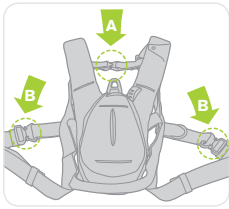

Abbildung 11
- Führen Sie die Arme durch die Schulterriemen und schließen Sie den Brustverschluss (A) (siehe Abbildung 11).
- Schließen Sie die Beinriemen (B) (siehe Abbildung 11). Stellen Sie die Beingurte ein, indem Sie die Gurte durch die Schnallen ziehen, und stellen Sie sie so ein, dass sie eng anliegen (siehe Abbildung 14).